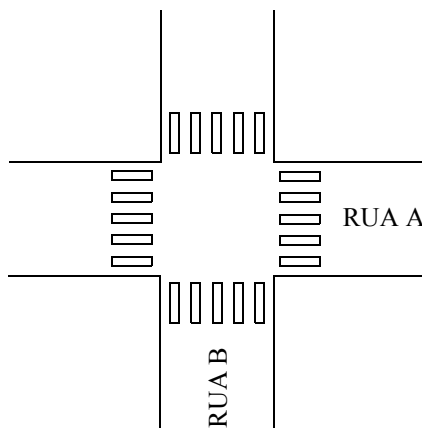

Figura 4.4 Cruzamento de ruas
- c) Um sistema de dois semáforos controla o tráfego de um cruzamento de duas ruas (rua A e rua B), conforme a Figura 4.4., sendo que cada semáforo está posicionado numa das ruas. A sequência de